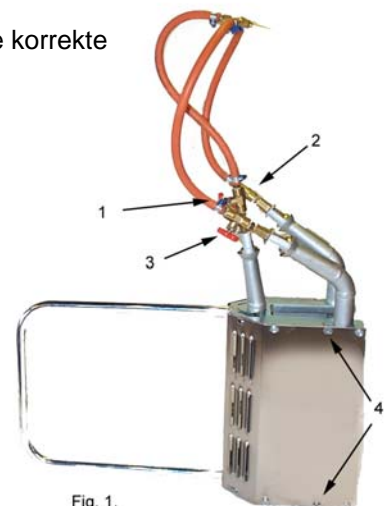

Fig. 1.
2. Heaty hochkant stellen (siehe Abb. 1).
Die Brenner sind auf das Vorwärmen von Schienenprofilen 50 kg/m (110 lbs/39") voreingestellt. Zeiten und Temperaturen gelten Schienen 50 kg/m (110lbs/39"). Die Seitenbrenner können mit den Einstellschrauben (Nr. 4 Abb. 1) neu eingestellt werden.